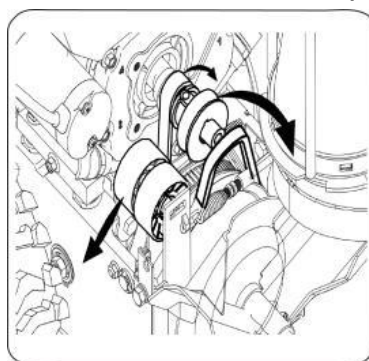

Рисунок 29
- с. Снимите приводной ремень со шкива двигателя вверх (см. рис.29).